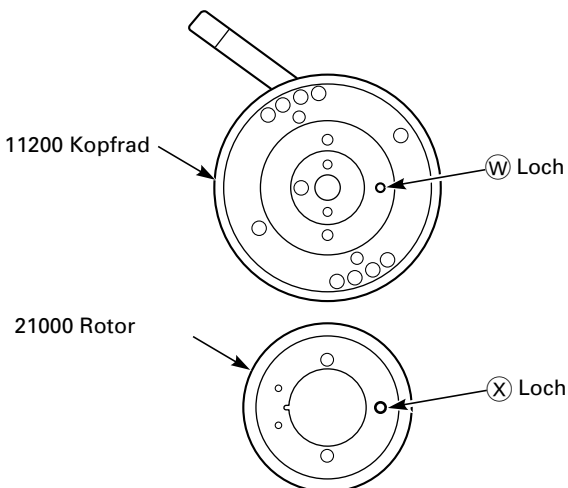

Fig. 8.39
- Drei Schrauben (Pos. 10400) auf der Unterseite des Laufwerks lösen und die Bandtrommel kpl. (Pos. 11000) herausnehmen (Fig. 8.39).
**Hinweis:** Nach dem Einbau des Rotors (Pos. 21000) muß die Phase entsprechend der Phase des Kopfrads abgeglichen werden. Die Löcher (W) des Kopfrads und (X) des Rotors (Pos. 21000) müssen gemäß Fig. 8.39 auf der gleichen Seite liegen. Die Schrauben (Pos. 30000) für den Rotor (Pos. 21000) und den Stator (Pos. 22000) mit einem Drehmoment von 2.5 bis 3.5 kg/cm befestigen.